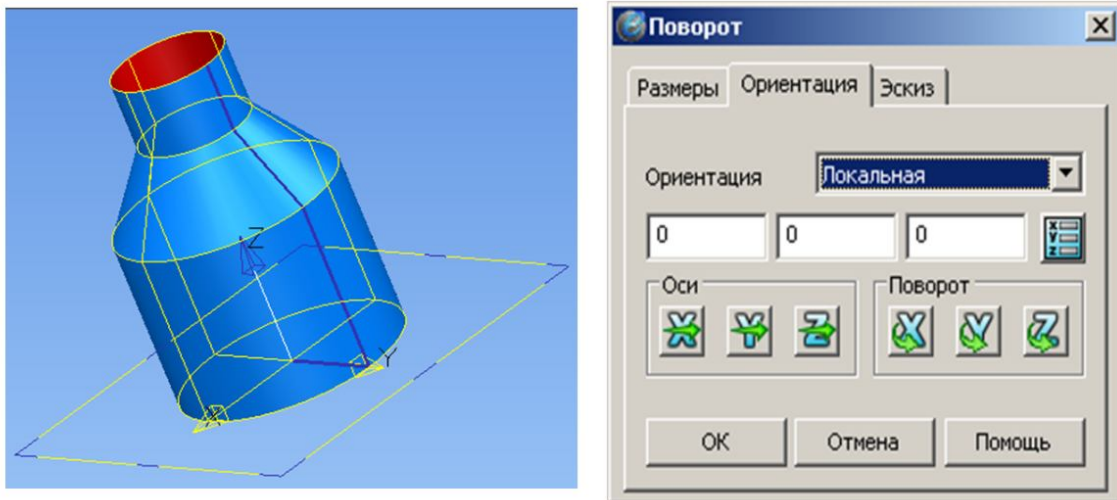

Рис. 6.6. Створення поверхні обертання
- Для модифікації поверхні використовують діалогове вікно (рис. 6.6)